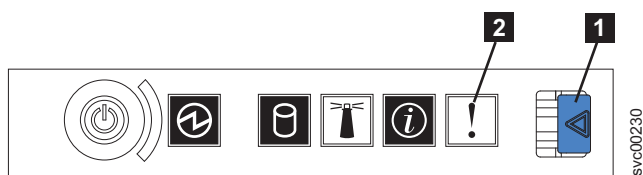

図 88. SAN ボリューム・コントローラー 2145-8G4 オペレーター情報パネル
1. SAN ボリューム・コントローラー 2145-8G4 オペレーター情報パネル 上のエラー LED (図 88 を参照) が点灯または明滅していますか?